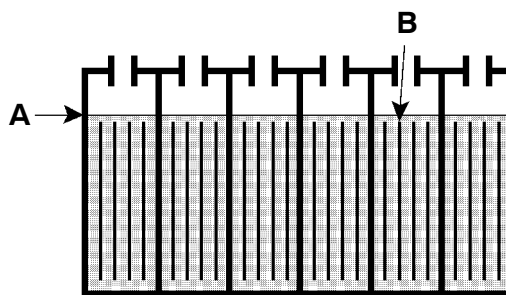

FIG. 15
4. Antes de cargar, inspeccione el nivel de fluido (A) en cada celda de la batería. Si las placas de la batería (B) están expuestas, agregue justo lo suficiente de agua destilada para cubrirlas. **NO LLENE EN EXCESO.** Las baterías llenadas en exceso puede derramarse durante la carga debido a la expansión del líquido. Vuelva a colocar las tapas de la celda antes de cargar (Figure 15).